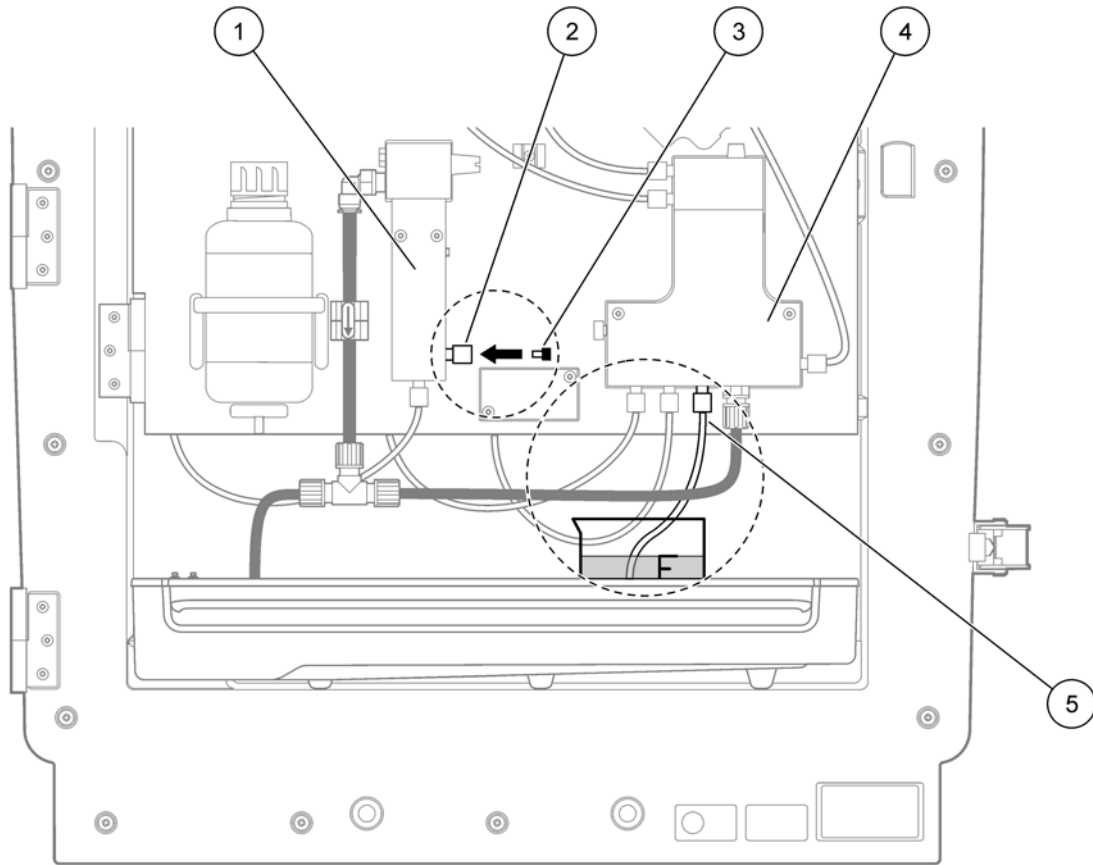

図 21 AMTAX sc の変更
7. [ENTER (入力)] を選択して、分析装置を変更します (56 ページの図 21):